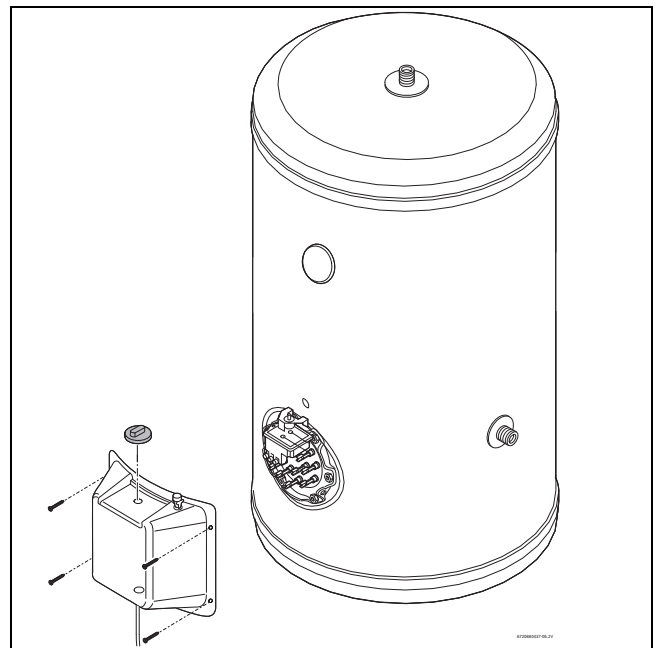

Fig. 11
- ▶ Retire la tapa de plástico del termoacumulador y la tapa superior, véase Fig. 11.